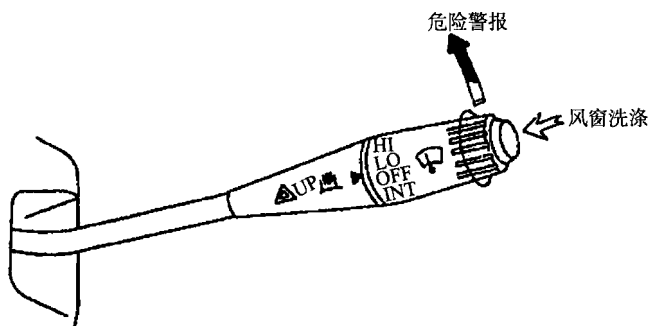

图 1-7 组合开关右手柄
② 转向开关。左手柄处于中档位时, 转向灯关闭; 将左手柄向前推, 右转向灯亮, 同时仪表盘上相应的转向指示灯闪亮; 将左手柄向后拉, 左转向灯亮, 同时仪表盘上相应的转向指示灯闪亮。
(2) 右手柄 如图 1-7 所示, 该开关为操纵杆式, 在转向柱右侧。主要包括刮水器开关、风窗洗涤器开关、危险警报开关、排气制动开关。